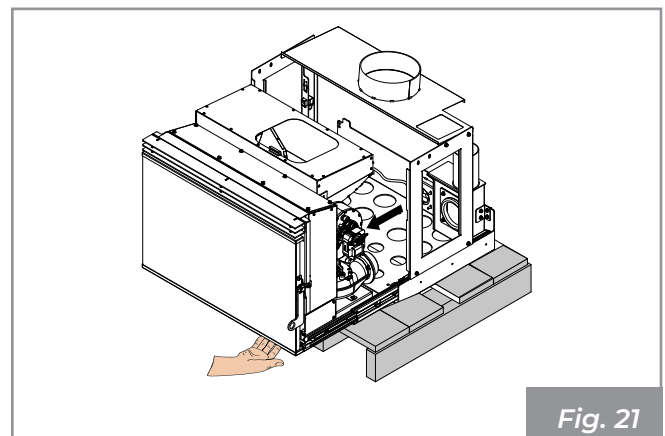

Fig. 21
- Fermez la porte et tirez la machine vers l'extérieur jusqu'à ce que les guides aient atteint la fin de leur course. (**Fig.21**)